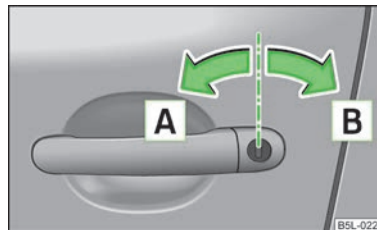

Fig. 11
- Gire la llave en el bombín de cierre de la puerta del conductor en dirección de marcha (posición de desbloqueo) **[A]** » fig. 11.
- Girar la llave en el bombín de cierre de la puerta del conductor en dirección contraria a la marcha (posición de bloqueo) **[B]** » fig. 11 de la página 29.